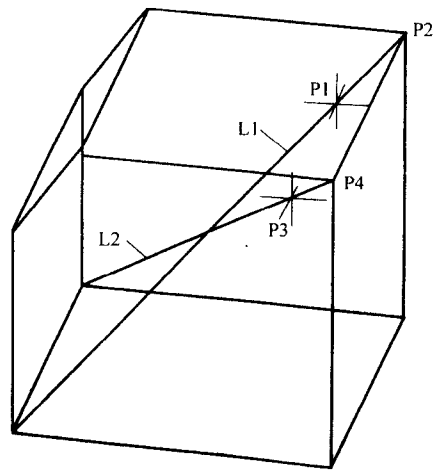

图 1-6
用定长打断 (Modify-Break-At length) 的方法, 分别打断对角线 L1 和 L2 与 P1 和 P3 点, 选择定长为 30mm, 如图 1-6 中的线段 P1P2 和 P3P4 为 30mm。
首先绘制过图 1-6 中 P1 点垂直于对角线 L1 的平面, 方法如下:
5) 用同样方法可以绘制出过图 1-6 中的 P3 点, 垂直于直线 L2 的平面 F2, 如图 1-7d 所示。